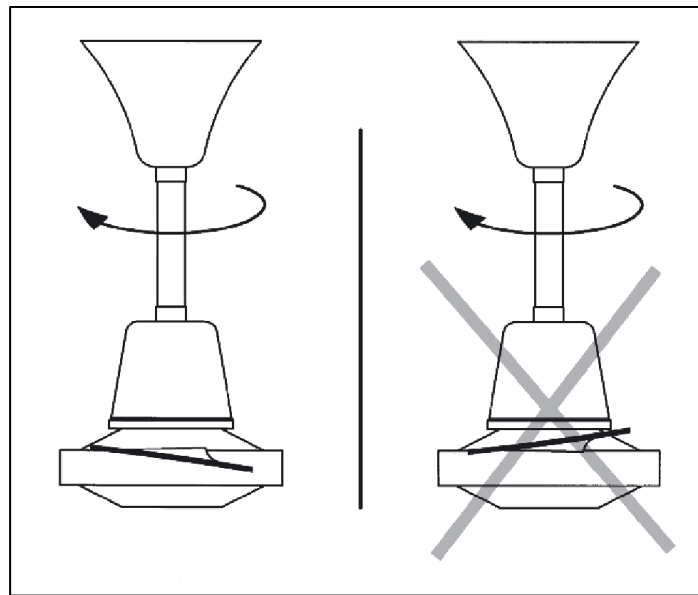

Fig 5
1. Placer la pale avec l'inclinaison indiquée **Fig. 5**